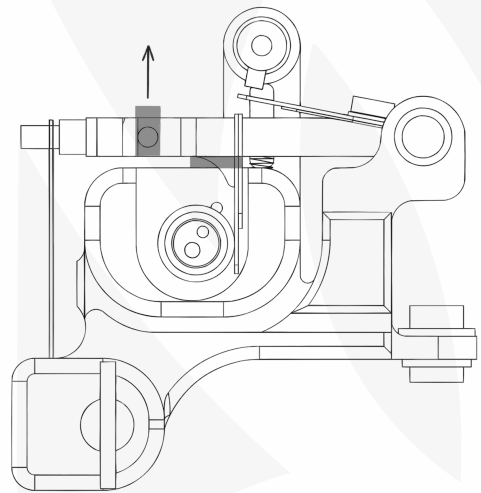

Fig 6: Désactivation de la vis d'impact
- **Instruction :** Si vous souhaitez désactiver la **vis d'impact**(2), **rétractez-la** simplement jusqu'à ce qu'elle ne soit plus en contact avec le **châssis**(17). A ce moment, le **caoutchouc**(4) entre le **châssis** et la **barre d'armature**(1) assumera la fonction d'amortir le **coup**. (Fig. 6)